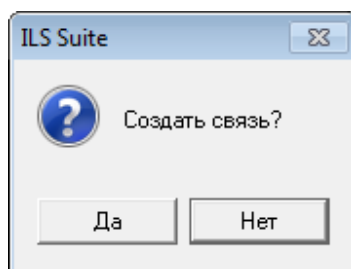

Рис. 13-265 – Диалоговое окно
5) В отобразившемся диалоговом окне нажать кнопку «Да» для подтверждения создания связи (рис. 13-265).
4) В отобразившемся диалоговом окне нажать кнопку «Да» для подтверждения создания связи (рис. 13-265).